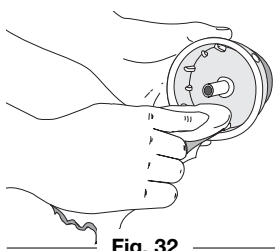

Fig. 32
- Nettoyez le moulinet intérieur, le ressort, et l'arbre et la surface interne de la bobine extérieure à l'aide d'un tissu propre (Fig. 32).